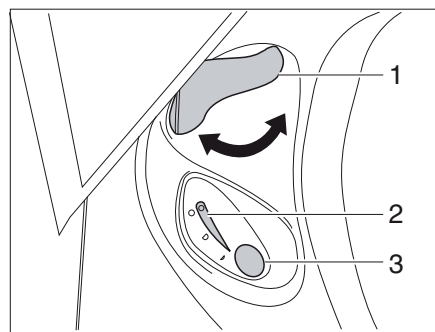

Fig. 152 Unité de commande des toilettes Thetford
- Avant d'actionner la chasse d'eau, ouvrir le curseur des toilettes Thetford. Tourner pour cela le levier du curseur (Fig. 152,1) dans le sens inverse des aiguilles d'une montre.
- Pour actionner la chasse d'eau, appuyer sur le bouton bleu (Fig. 152,3).
- Après avoir actionné la chasse d'eau, fermer le curseur. Tourner le levier du curseur (Fig. 152,1) dans le sens des aiguilles d'une montre.
Le voyant de contrôle (Fig. 152,2) s'allume lorsque la cassette Thetford doit être vidée.
- Tourner le levier du curseur (Fig. 152,1) dans le sens des aiguilles d'une montre. Le curseur se ferme. Pour la vidange il **faudrait** que le curseur des toilettes Thetford soit fermé.